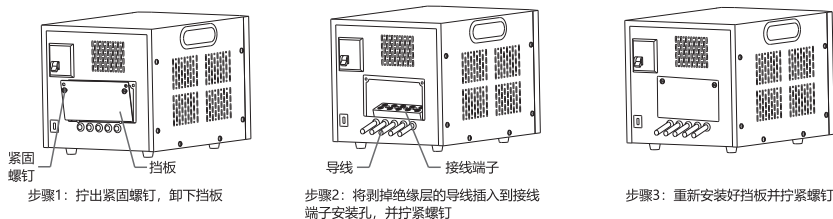
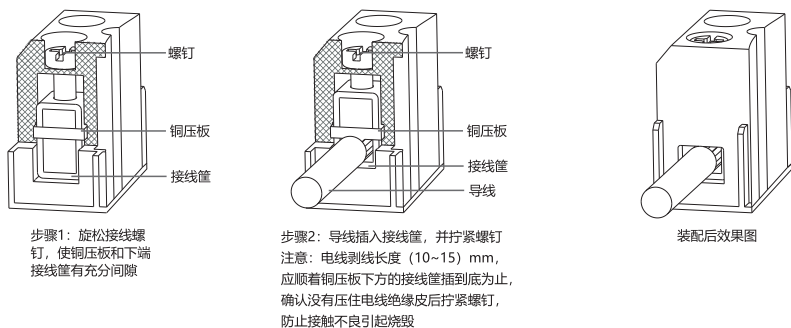

图10 TND2-2~10/AF接线安装步骤
图11 TND2-2~10/AF接线安装方法
**7.3** 接线时应确保导线与接线端子之间连接牢固可靠，TND2-2~10/AF接线安装步骤见图10，安装方法见图11，接线端子螺钉拧紧力矩见表3